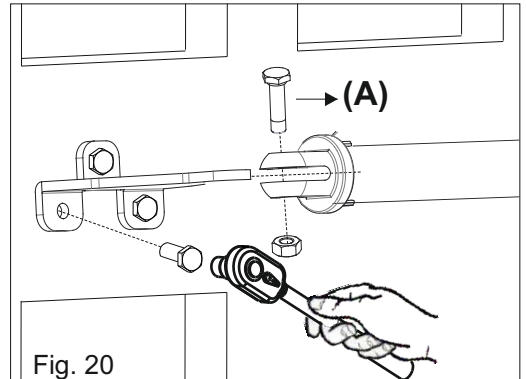

Fig. 20
- 3) Insertar el soporte delantero en el pivote de sostén del operador (Fig. 20) y apretar el tornillo **(A)** con un máximo de 8.5 Nm